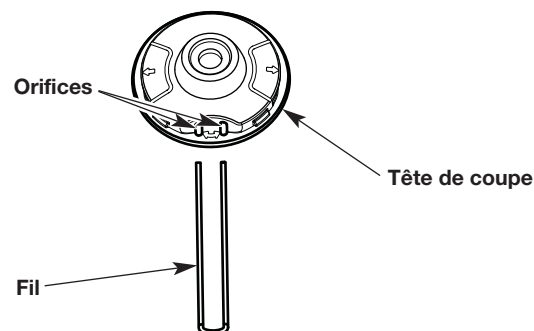
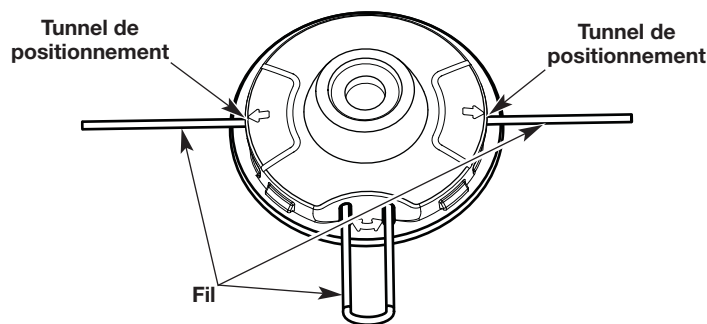

Fig. 15
Fig. 16
3. Insérer les extrémités du fil à travers les orifices circulaires du côté de la tête de coupe (Fig. 15). Pousser le fil dans les orifices jusqu'à ce que les deux extrémités fassent saillie des tunnels de positionnement (Fig. 16).